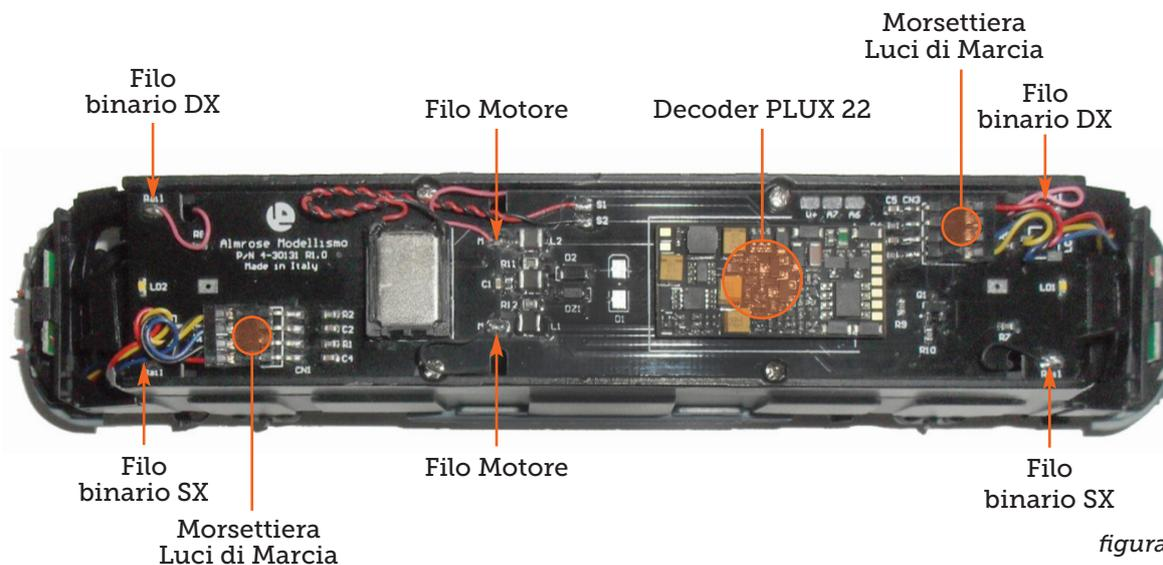

figura 4
6. Saldare i fili provenienti dalle prese di corrente dei carrelli sulle piazzole contrassegnate dalla scritta "Rail" e i fili del motore sulle piazzole contrassegnate dalla scritta "M" facendo riferimento alla figura 4.
7. Infilare le morsettiere delle luci di marcia anteriori e posteriori al nuovo PCB facendo riferimento all'immagine sottostante (Attenzione! Rispettare il verso del connettore come indicato in figura 4. I contatti della morsettieria devono sempre essere a vista rivolti verso l'alto).